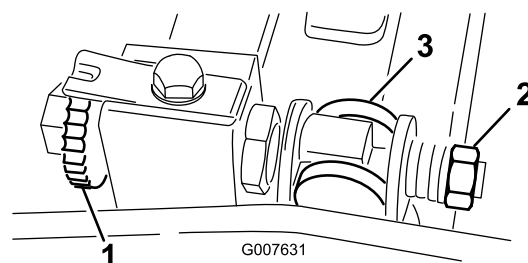

Рисунок 54
1. Поворачивайте винт регулировки планки неподвижного ножа против часовой стрелки, чтобы отодвинуть неподвижный нож от барабана (Рисунок 54).
2. Отворачивайте гайку натяжения пружины до тех пор, пока шайба больше не будет нажимать на планку неподвижного ножа (Рисунок 54).